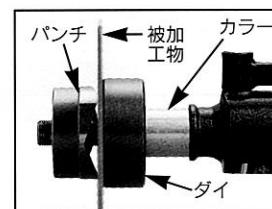

図2
- 本体にセットボルトをねじ込み、カラー→ダイ→被加工物の順に挿入し、パンチをねじ込んでください。（図2）